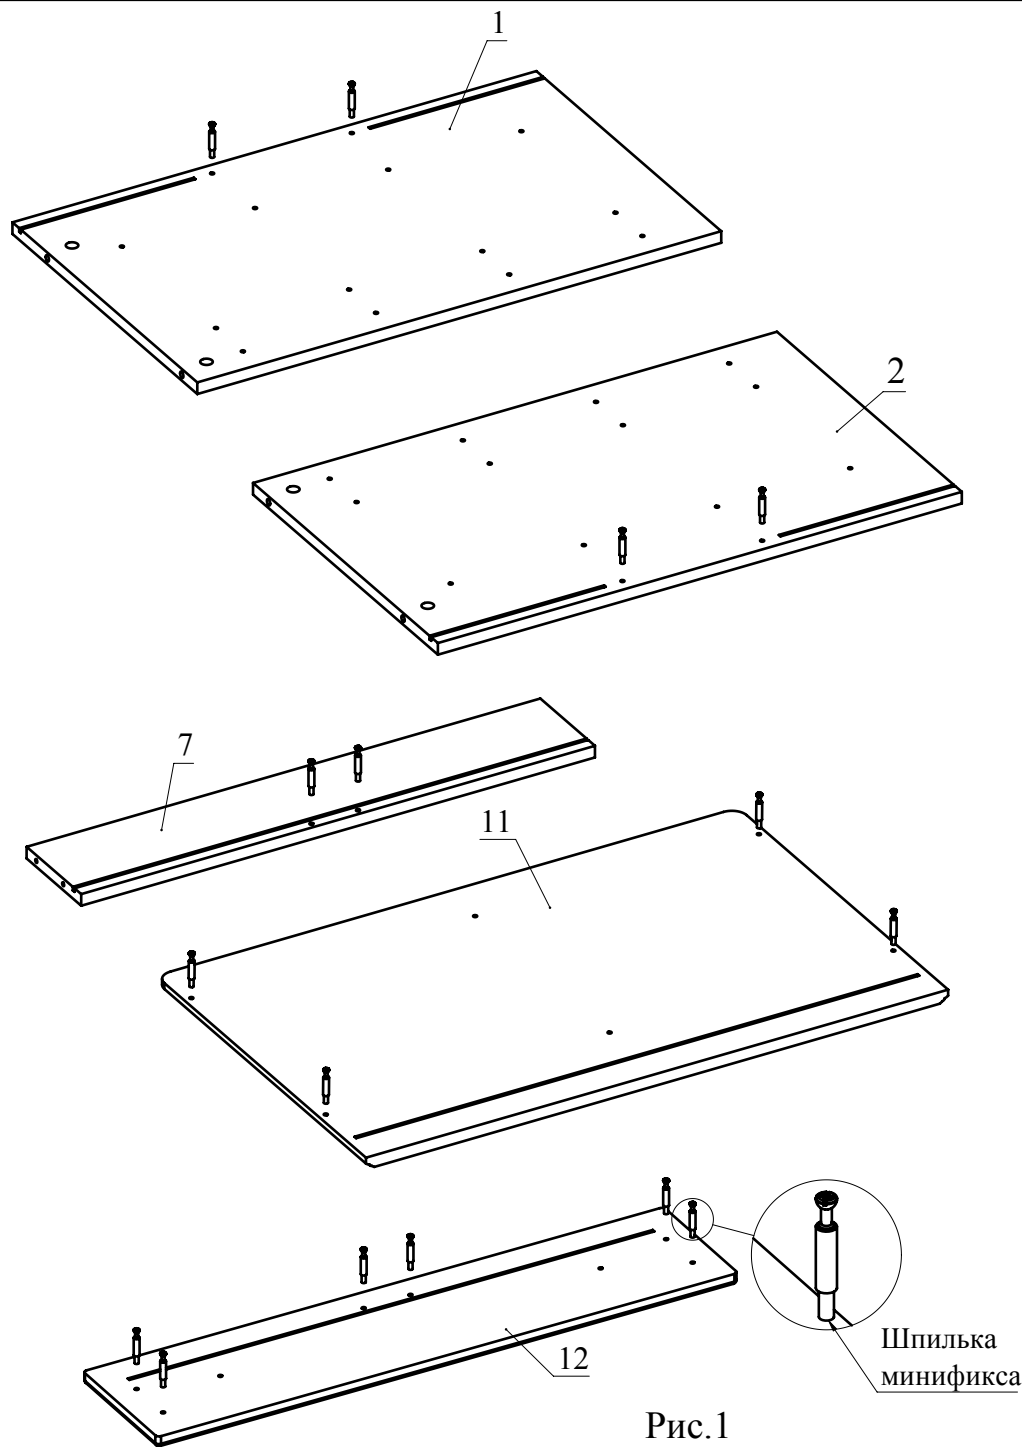

Рис.1
1. Вкрутите шпильки минификсов в детали 1, 2, 7, 11, 12 (Рис. 1).